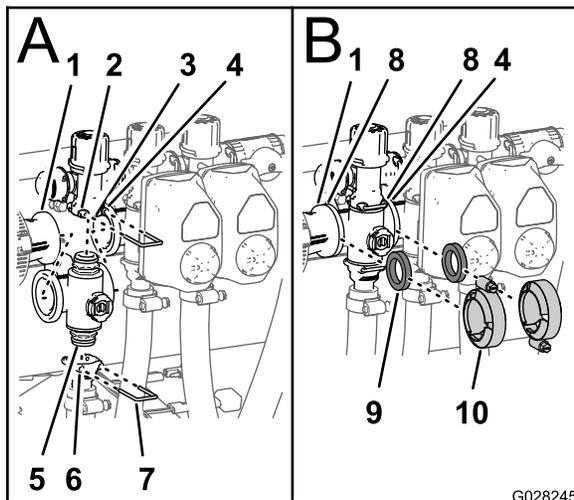

图78
1. 将歧管阀的上端盖接头插入旁通阀接头图78 A。
2. 将卡环插入旁通阀接头的插槽从而将端盖接头固定至旁通阀接头图78 A。
3. 将出口接头组装到歧管阀的下端盖接头上图78 B。